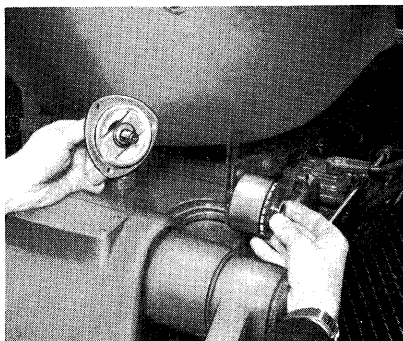

Fig. 32.
2. Aftag det trekantede dæksel oven på hydraulikblokken og udtag hydraulikfilteret som vist i fig. 32. Filterindsatsen og filterskålen holdes sammen af en bajonetlås og skilles ad ved blot at dreje dem mod hinanden. Selve filterindsatsen må ikke skilles ad, men skal renses i benzin med en blød børste. Monter det rensede filter og husk at udvise den største renlighed ved alt arbejde med hydrauliksystemet.